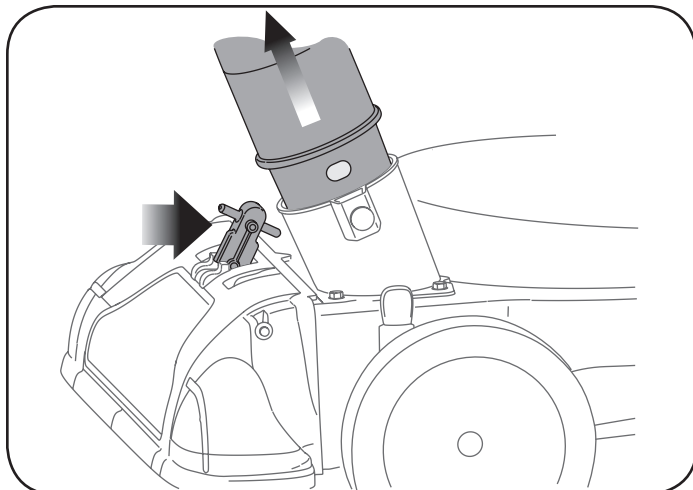

Figura 14
1. Coloque la palanca del pico / manguera de la aspiradora en la posición superior del pico para aspirar a través del mismo. Vea la figura 14.